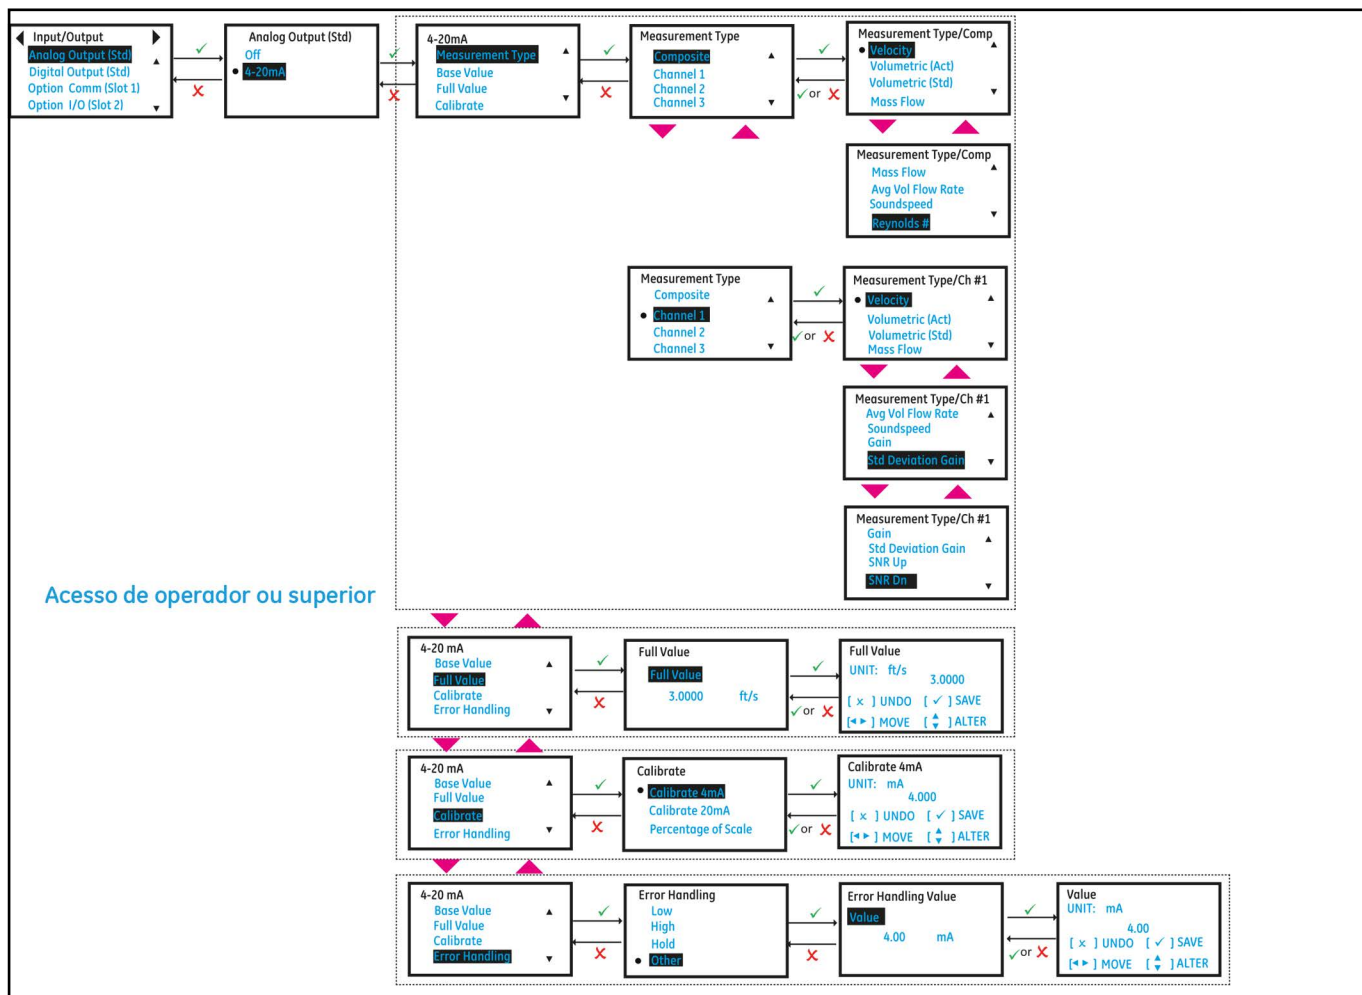
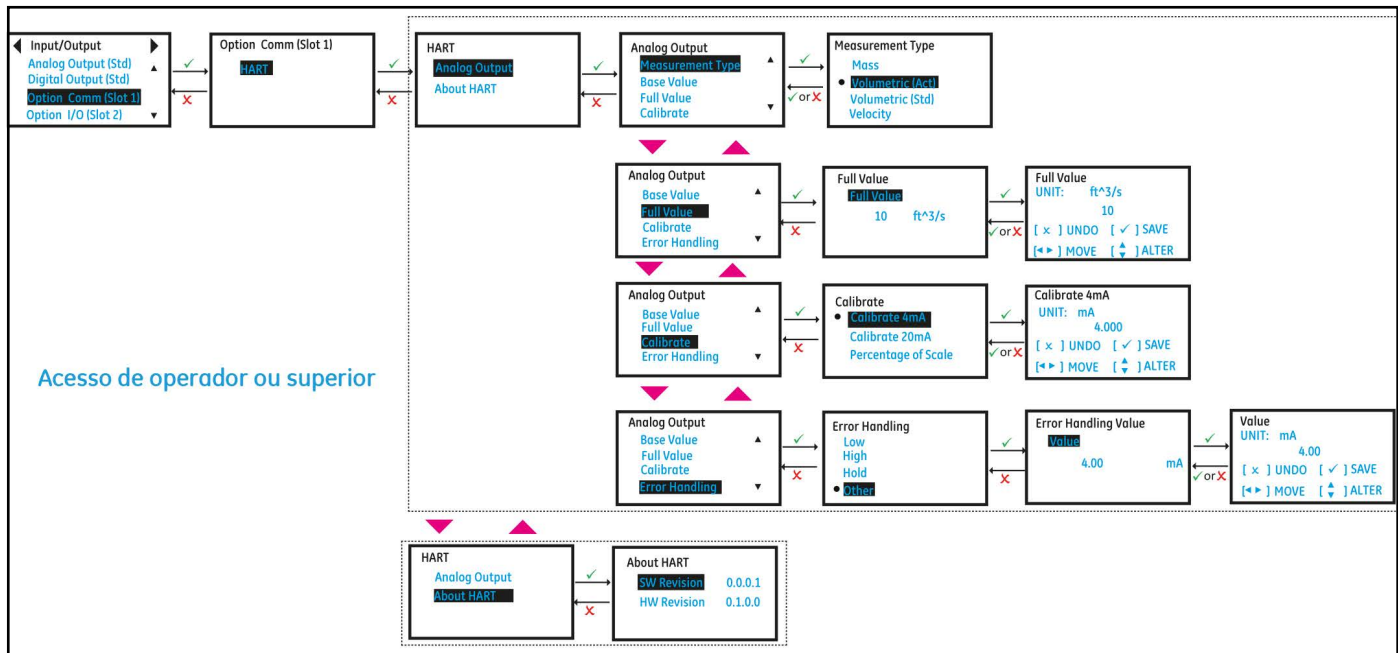

Figura 31: Configurar saída analógica
Figura 35: Ranhura 1 opcional configurada como HART
3. Se efetuar a ligação a uma saída analógica, selecione a opção 4-20mA. A *Figura 31* abaixo apresenta as opções disponíveis.
2. Pode definir **Saídas Analógica** com a opção HART. Consulte *Figura 35* e *Figura 31*.